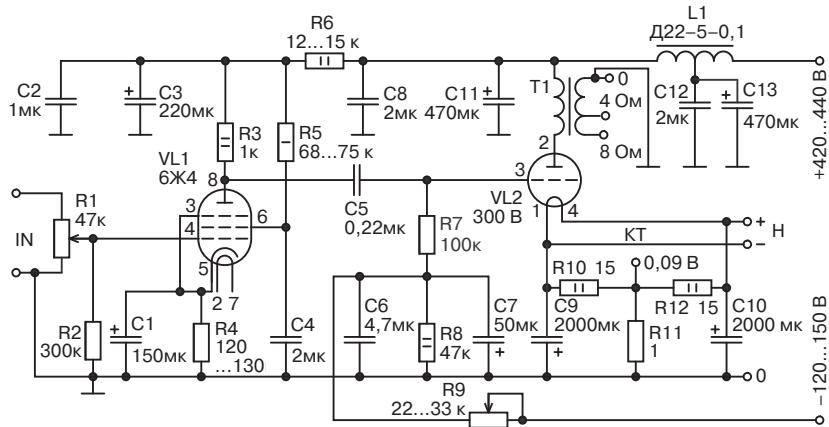

Рис. 2.14. Схема усилителя с входным каскадом на лампе 6Ж4 в пентодном включении
- ◆ фиксированным (рис. 2.14, второй каскад);
На рис. 2.14 приведена схема усилителя мощности (разработчик — А. Манаков), содержащая всего два каскада — входной (он же — драйверный!) и оконечный.